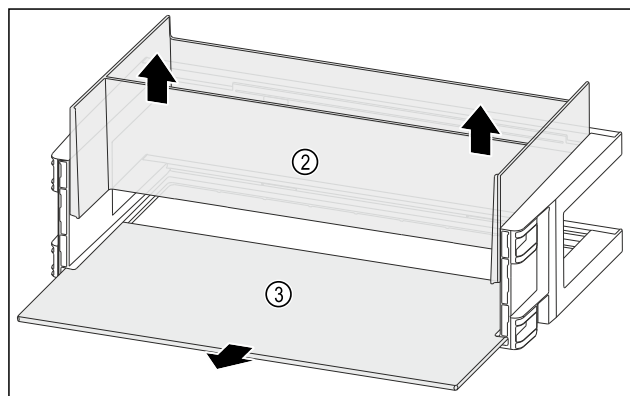

Fig. 123
- Estrarre l'organizzatore Fig. 123 (2) verso l'alto.
- Rimuovere il ripiano Fig. 123 (3).